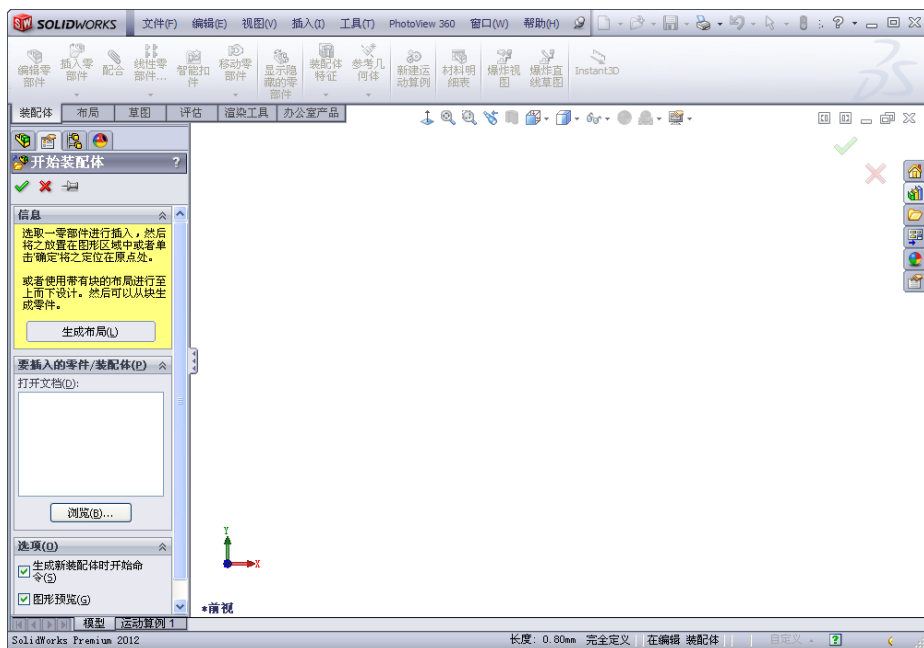

图 11-2 装配体制作界面
(2) 单击  (装配体) → (确定) 按钮, 进入装配体制作界面, 如图 11-2 所示。